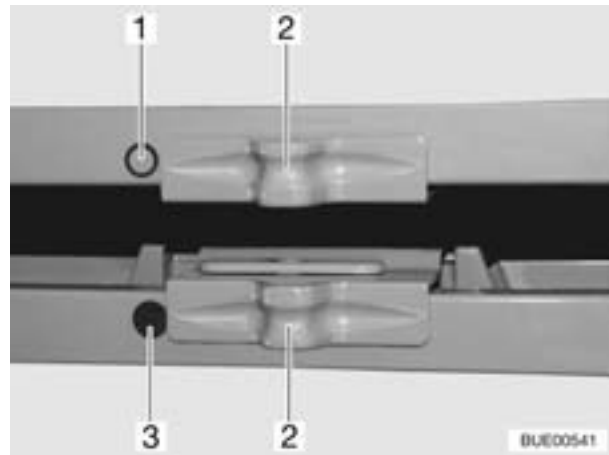

Bild 162 Verriegelung der Kühlschranktür/des Frosterfachs (Variante 5)
- Verriegelung (Bild 162,2) zur Seite schieben, so dass der Ring "□" (Bild 162,1) sichtbar ist.
- Verriegelung (Bild 162,2) zur Seite schieben, so dass der volle Punkt "●" (Bild 162,3) sichtbar ist.